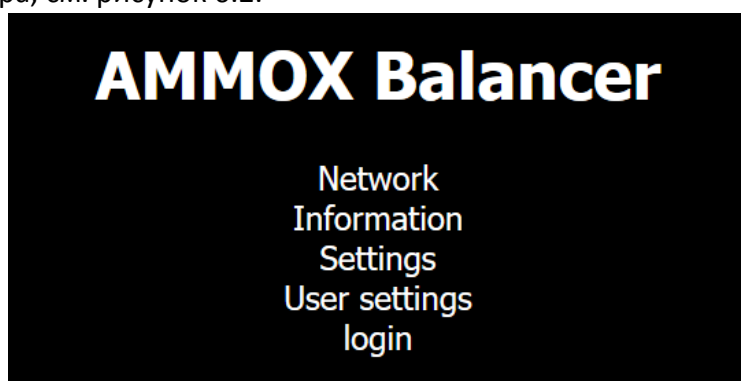

Рисунок 6.2 – меню настроек балансира
6.2 После того, как эти параметры будут сохранены, можно приступить к настройке балансира. Для этого необходимо открыть любой браузер, используемый на компьютере, и в адресной строке ввести следующий адрес: 192.168.0.150. В браузере откроется первая страница с меню настроек балансира, см. рисунок 6.2.